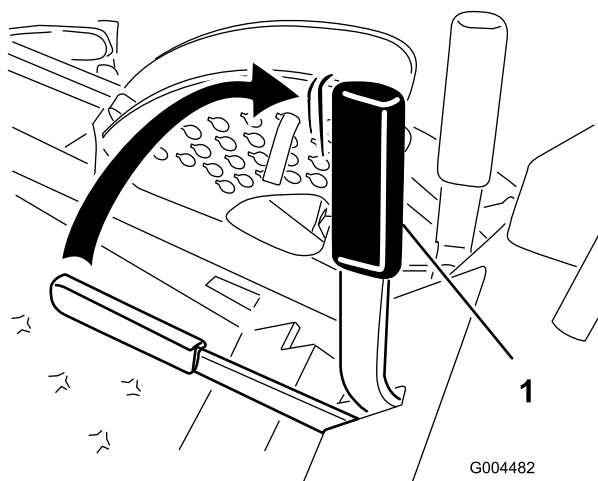

Figure 16
2. Tirez le frein de stationnement vers le haut et l'arrière pour le serrer (Figure 16). Une fois serré, le frein de stationnement ne doit plus bouger.
Poussez le levier du frein de stationnement vers l'avant et vers le bas pour le desserrer (Figure 16).